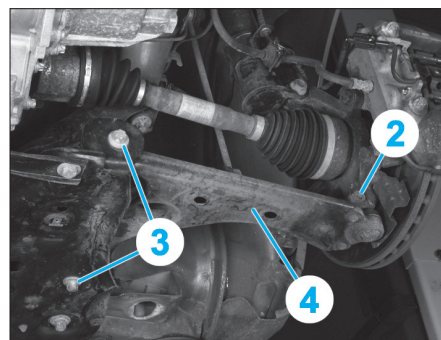

Fig. 10
- Déposer la fixation (2) de la rotule inférieure et l'extraire du pivot à l'aide d'un extracteur approprié (Fig.10).
- Déposer les fixations (3) du bras inférieur (4) sur le berceau.
- Sortir le bras inférieur (4) du berceau.